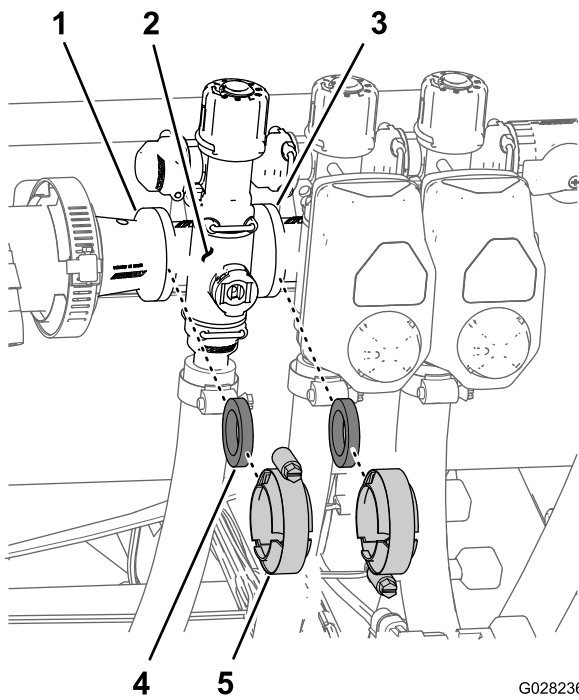

Figure 136
- Déposez les colliers et les joints qui fixent le collecteur de la vanne de section (Figure 136) à la vanne de section adjacente (s'il s'agit de la vanne de section gauche, et accouplement réducteur).